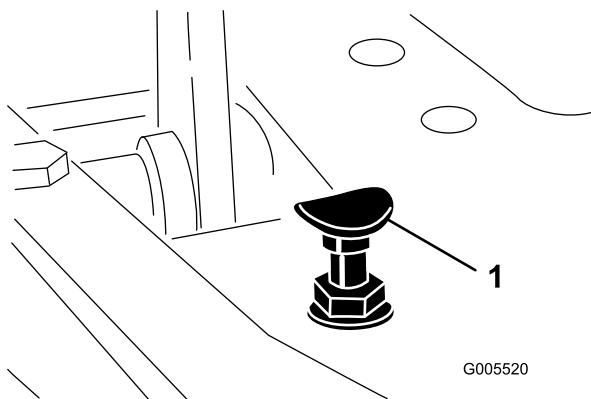

図 52
モードレバーを「移動走行」位置にセットし、ペダルを一杯に踏み込めば最高速度となります。ケーブルに張力が掛かる前にペダルがストップ（図 52）に当たる場合には調整が必要です。
- モードレバーを「移動走行」位置にセットし、ペダルストップを固定しているロックナットをゆるめる（図 52）。